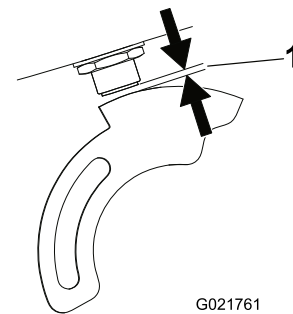

Figura 15
- Usando las contratuercas, ajuste el interruptor de proximidad hacia arriba o hacia abajo hasta que la distancia entre el émbolo del interruptor y la placa del sensor sea de 3,8 a 4,3 mm (Figura 15).